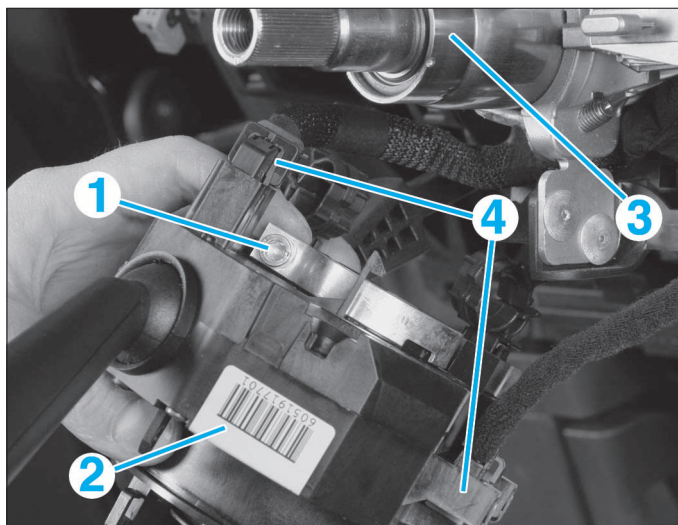

FIG. 5
- Dévisser le collier (1) de maintien du commodo (2) sur la colonne de direction (3) (Fig.5).
- Débrancher les 2 connecteurs (4).